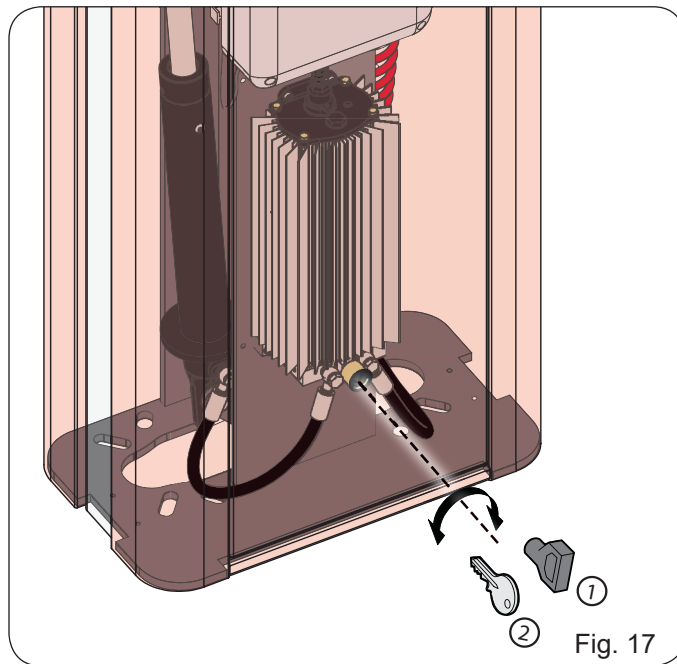

Fig. 17
S'il est nécessaire de commander manuellement la barrière suite à une panne de courant ou à un dysfonctionnement, le dispositif de déverrouillage manuel peut être actionné à l'aide de la clé fournie. La clé est triangulaire (Fig. 17 réf. ①) ou personnalisée (Fig. 17 réf. ② en option).
- Introduire la clé dans la serrure et la tourner à fond dans le sens inverse des aiguilles d'une montre jusqu'à ce qu'elle s'enclenche, d'après la Fig. 17
(Fig. 17 réf. ①) clé triangulaire standard
(Fig. 17 réf. ②) clé en métal en option